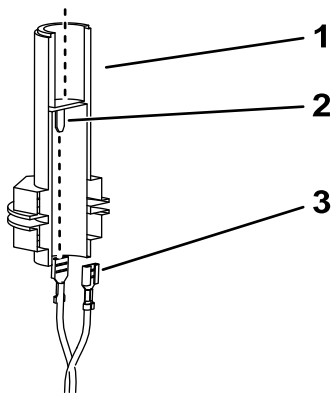

Figura 5
- Conecte los conectores sueltos del arnés de la baliza a los conectores planos del conector hembra de la baliza (Figura 5).